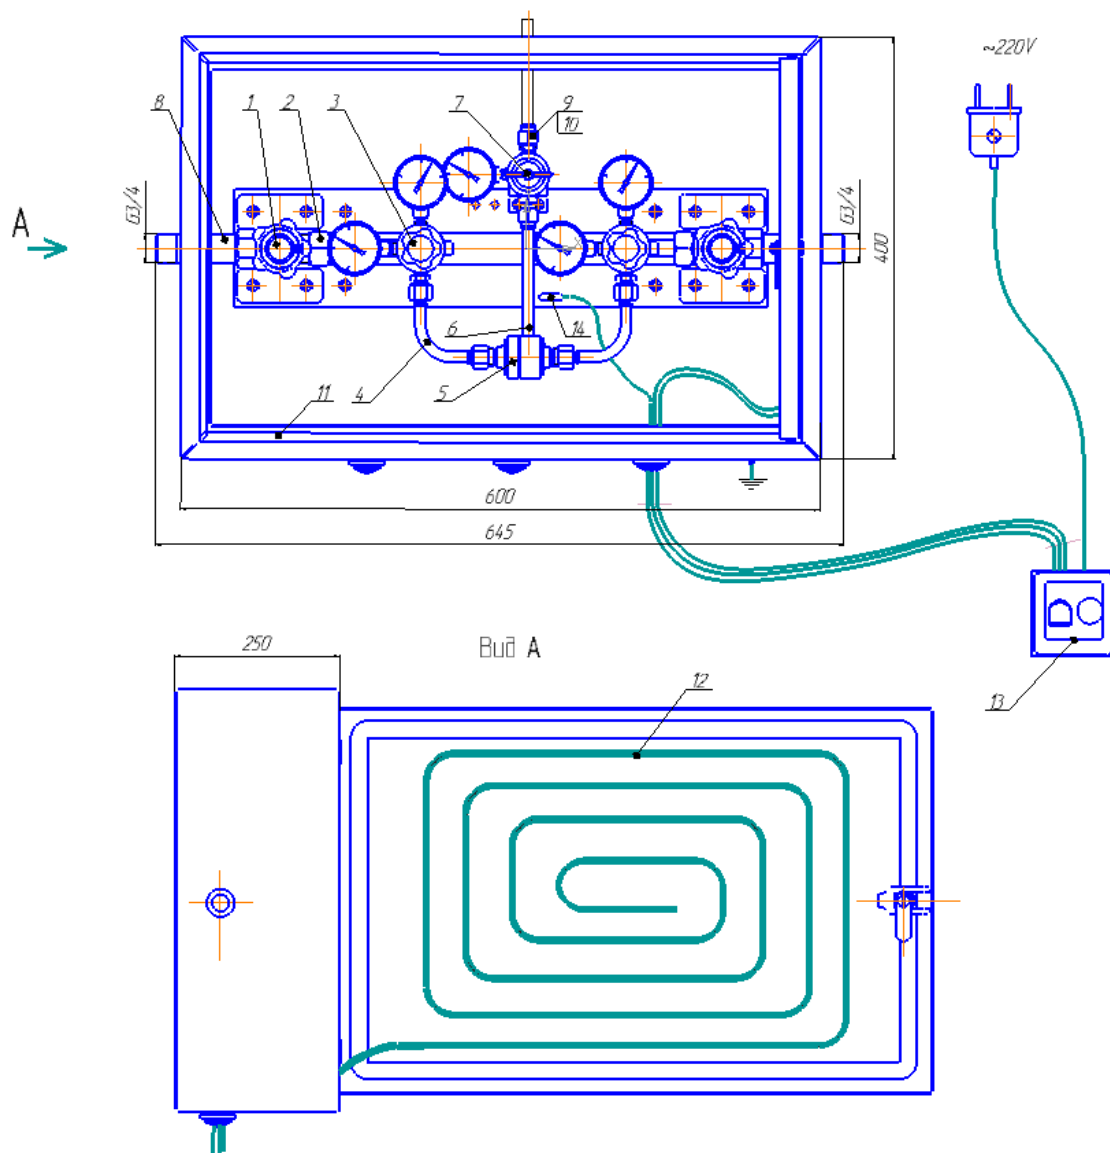

Рис.1 Щит автопереключения газовых рампы закрытого типа в термобоксе
4.1 Внешний вид щита в термобоксе (шкафу) показан на рис.1 Щит автопереключения (ДЖЕТ 214 50 00 00) состоит из двух входных запорных клапанов 1, двух угольников 2, двух редукторов 3, соединенных трубками 4 с переключателем 5, который через трубку 6 связан с сетевым редуктором 7. Для подогрева на крышке шкафа 11 смонтирован обогреватель в виде саморегулирующего нагревательного кабеля 12. Питание и регулирование температуры осуществляется от сети переменного однофазного тока напряжением 220 В через механический терморегулятор 13 с датчиком температуры 14. Щит снабжен замком, что исключает возможность несанкционированного воздействия на оборудование щита.